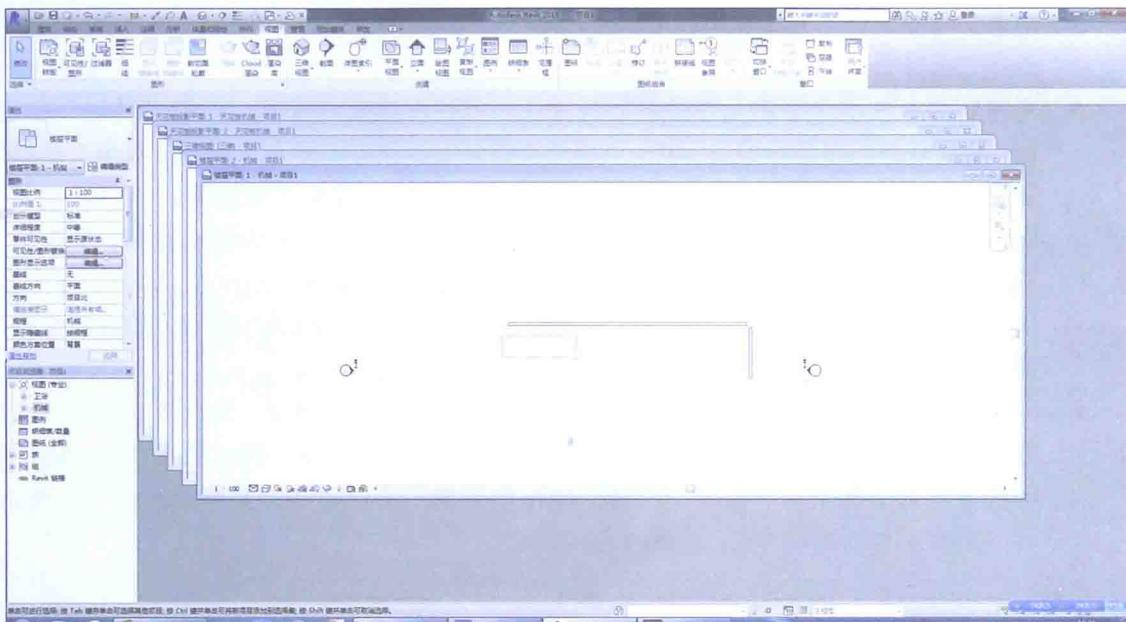

图1-13
- 层叠：单击此按钮使当前打开的所有窗口层叠地出现在绘图区域，如图 1-13 所示。